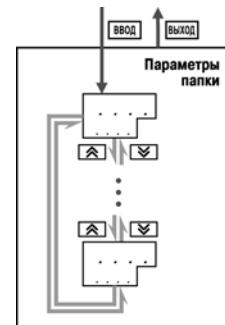

Рисунок 11.4 –
- Перемещение между параметрами осуществляется кнопками и ( ) (циклически в любую сторону) (рисунок 11.4). При этом мигает имя параметра на ЦИ1.